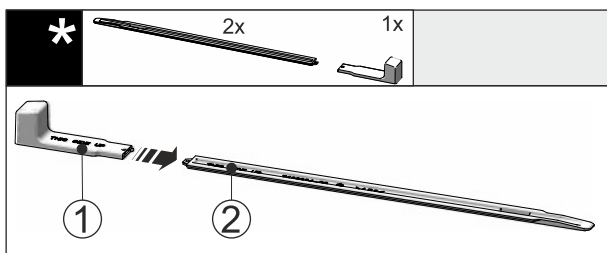

Fig. 44
- Inserire l'impugnatura di montaggio Fig. 44 (1) sulla guida di livellamento Fig. 44 (2).